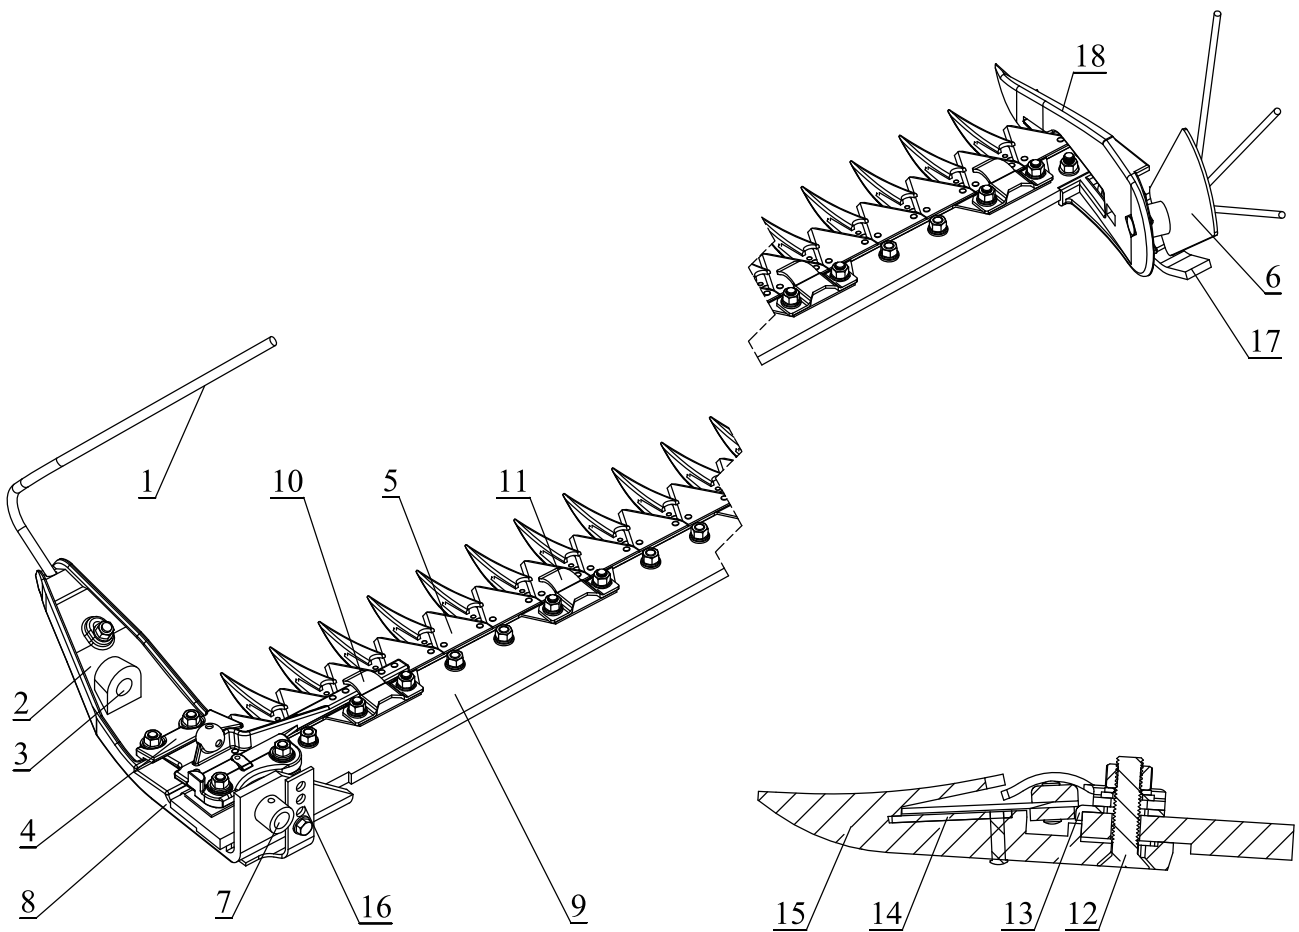

Рис. 3. Режущий аппарат.
Режущий аппарат (рис. 3) состоит из пальцевого бруса (9), внутреннего (2) и наружного (18) башмаков, ножа (5), пальцев (15), пластин трения (13), прижимов (10) и (11).